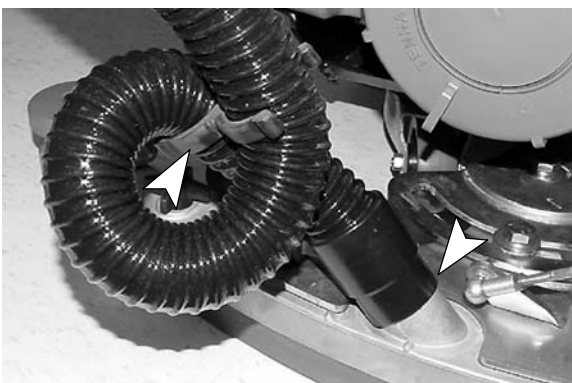

FIG. 5
4. Branchez le tuyau d'aspiration sur le bloc de racloir. Faites une boucle comme illustré, en utilisant le collier de tuyau fourni (Figure 5).